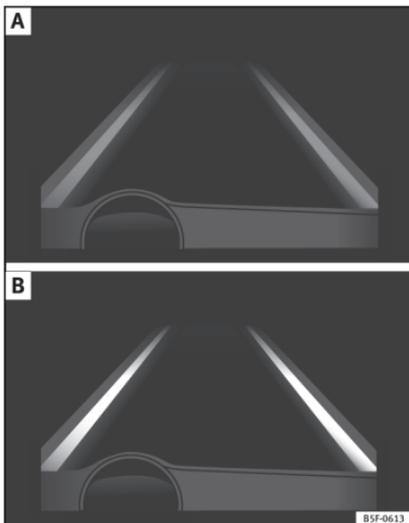

Abb. 217 Im Display des Kombiinstrumentes: Anzeige im Display des Spurhalteassistenten (Beispiel 1).
- System aktiv, aber nicht verfügbar, da die Mindestgeschwindigkeit nicht erreicht ist oder das System die Begrenzungslinien der Fahrspur nicht erkennt » **Abb. 217 A**.
genblick wird die Fahrtrichtung nicht korrigiert » **Abb. 217 B**.